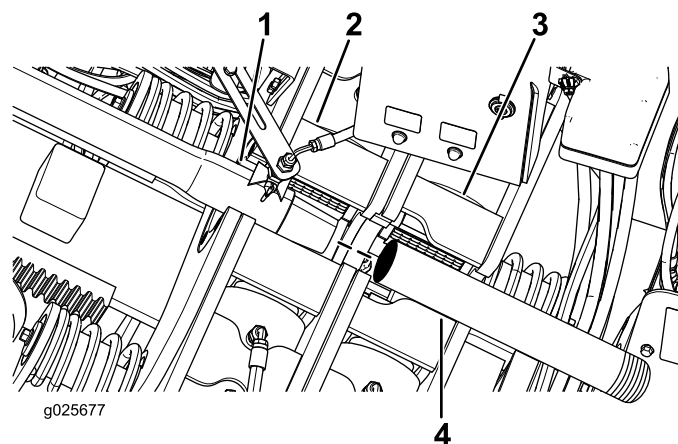

Рисунок 84
2. Введите направляющую штангу сквозь нижний (неподвижный) захват, как показано на Рисунок 84.